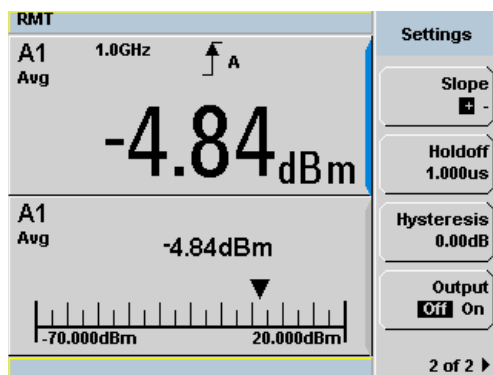

図 2-40 トリガ設定メニュー 2 of 2
- 3 **Settings** を押して、残りのトリガ・パラメータを設定します。トリガ **Settings** メニューには、2つのページがあります。図 2-37 は 1 ページ目、図 2-40 は 2 ページ目を示します。